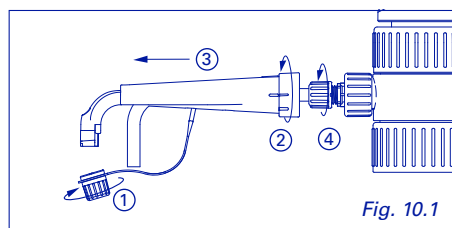
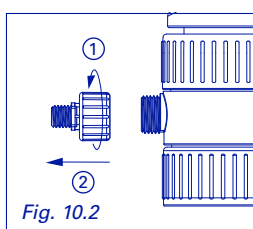

Fig. 10.1
Fig. 10.2
- ① Remove delivery jet (Fig. 10.1), then delivery jet adapter (Fig. 10.2) and keep for further use
- ① Ausstossskanüle (Abb. 10.1) und Adapter für Ausstossskanüle (Abb. 10.2) entfernen und für weitere Anwendungen aufbewahren.
- ① Retirer le bec verseur (Fig. 10.1) puis le raccord de bec (Fig. 10.2), garder pour utilisation future.